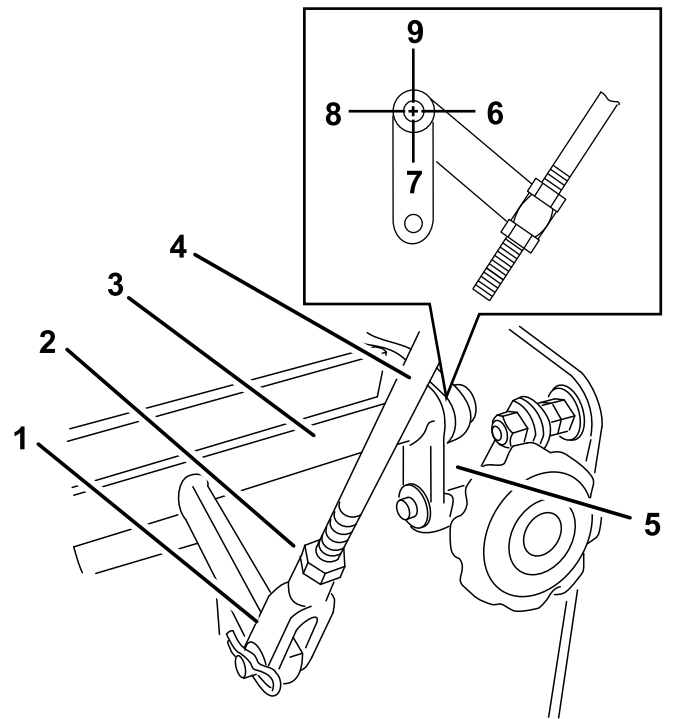

Figura 29
Los brazos deben estar orientados hacia abajo en la posición de las 6 (aproximadamente), como se muestra en la Figura 29.
5. Ajuste la horquilla roscada del extremo del acoplamiento de control de velocidad hasta que los brazos estén en la posición de las 6 (Figura 29).